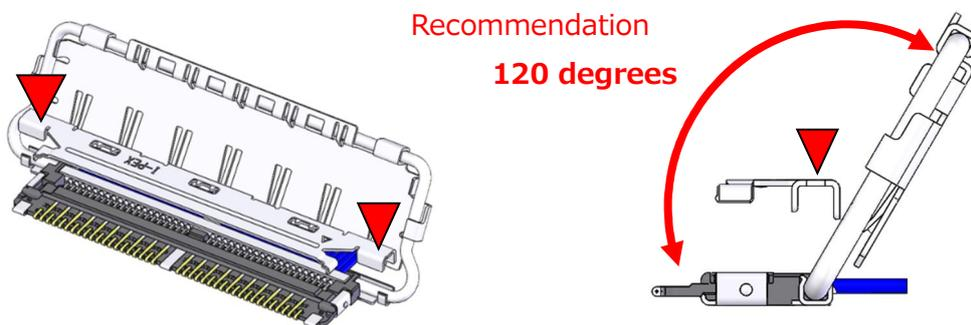
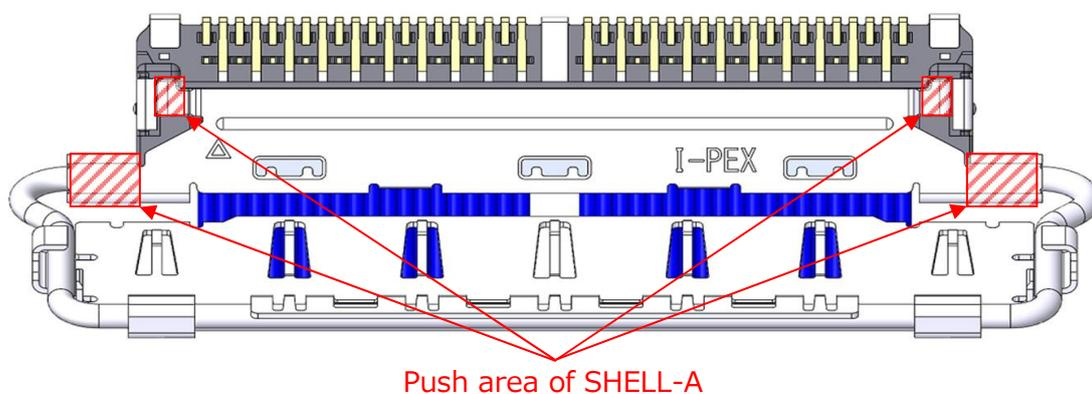

Fig.8 Assembly of Shell A
Fig.9 Push area of SHELL-A
- ① Fig.8 の様に LOCK BAR ASS'Y をケーブル側に 120°傾け、HOUSING ASS'Y の上側から SHELL-A の赤斜線部(Fig.9)を押し、組み付ける。